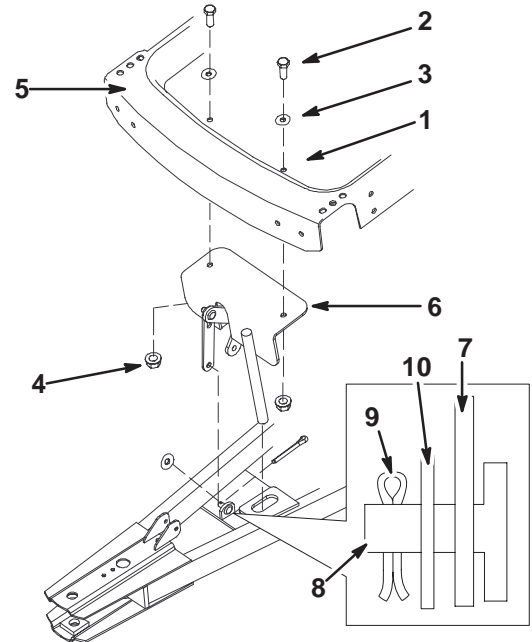

Bild 14
5. Nehmen Sie die Bodenplatte ab, um die bestehenden Löcher im Zugmaschinenchassis frei zu legen (Bild 14).
6. Montieren Sie die Hubbefestigung mit 2 Schrauben (3/8 x 1 Zoll), 2 Scheiben (3/8 Zoll) und 2 Bundmuttern (3/8 Zoll), siehe Bild 14.
7. Setzen Sie das Hubgestänge auf den Chassispfosten und befestigen Sie es mit einer Scheibe (3/8 Zoll) und einem Splint (3/4 Zoll) (Bild 14).